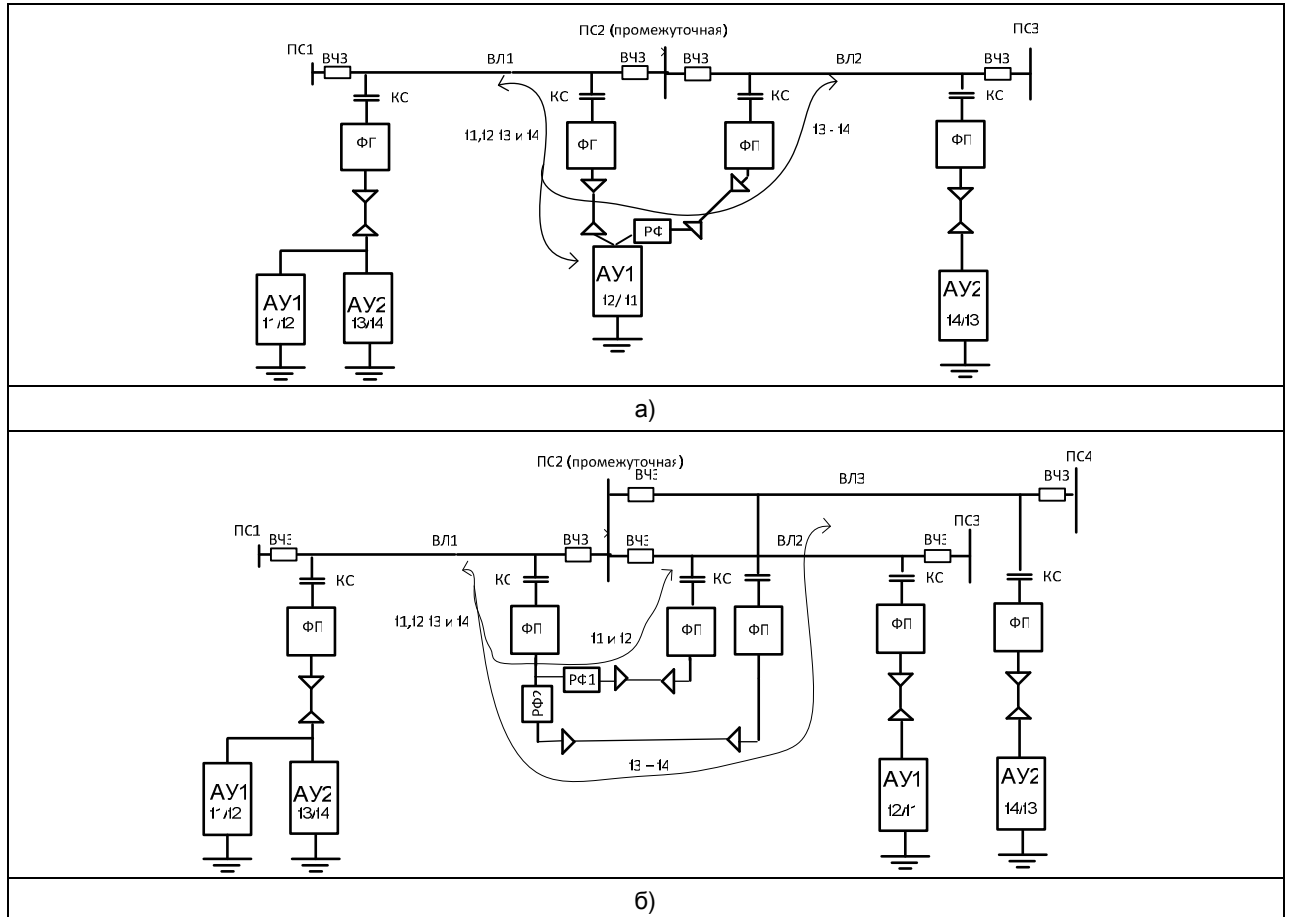

Рис.5.3 Схемы включения РФ на промежуточной ПС с обходом:
На ПС с ВЧ обходом РФ используются при организации каналов с ВЧ обходом промежуточной ПС в схемах, показанных на рис.5.3. При этом, на промежуточной ПС2, на которой организуется обход:
- кроме обхода, организованного для «сквозного» канала ПС1- ПС3, включена оконечная аппаратура АУ1 канала ПС1- ПС2 (рис.5.3,а);
- осуществляется обход на два направления – в сторону ПС3 для канала на аппаратуре АУ1 ПС1- ПС3 и на аппаратуре АУ2 – в сторону ПС4 для канала ПС1-ПС4 (рис.5.3,б).
Так, на рис.5.3,а РФ может быть выполнен в виде фильтра нижних частот с частотой среза f_0 , удовлетворяющей неравенству:
На рис.5.3,б РФ1 может быть выполнен в виде фильтра верхних частот с частотой среза f_0 ,
РФ, устанавливаемые на ПС с обходом (рис.5.3).
При проверке РФ в реальных условиях существующей схемы рис.5.3,а или б, вносимое затухание РФ определяют по результатам измерения рабочего затухания ВЧ тракта: